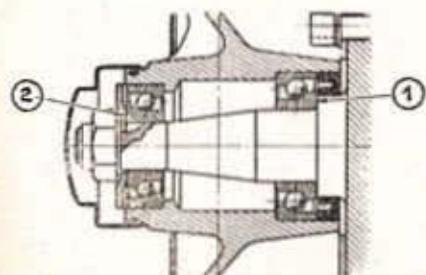

Fig. 116. — Repose des roulements d'un moyeu avant
- Mettre le moyeu en place sur la fusée, la cage intérieure (1) bien appliquée contre l'épaulement de la fusée.
- Monter la rondelle, l'épaulement intérieur (2) contre la bague intérieure du roulement, et un écrou neuf (fig. 116).